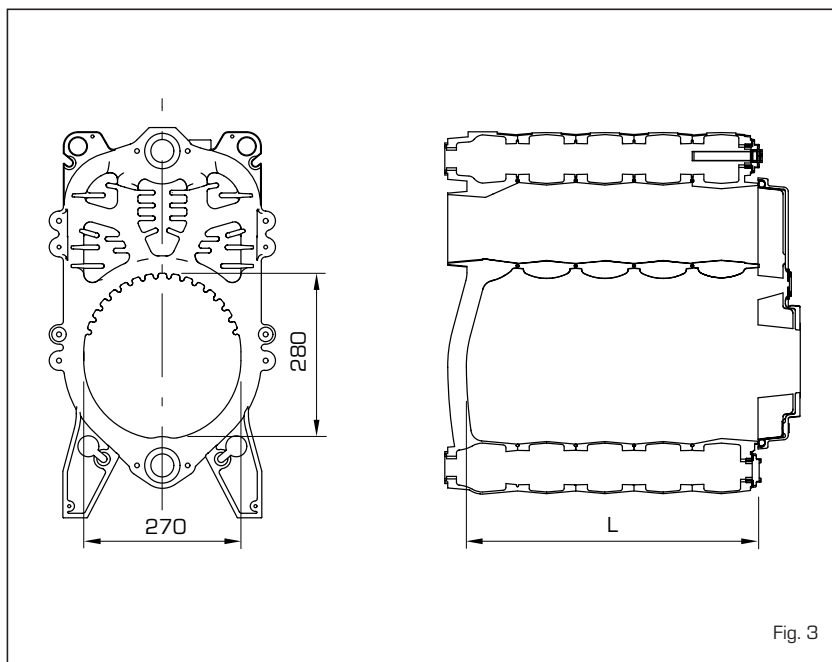

Fig. 3
1.6 CAMERA DI COMBUSTIONE (fig. 3)
Le dimensioni della camera di combustione sono riportate in fig. 3.